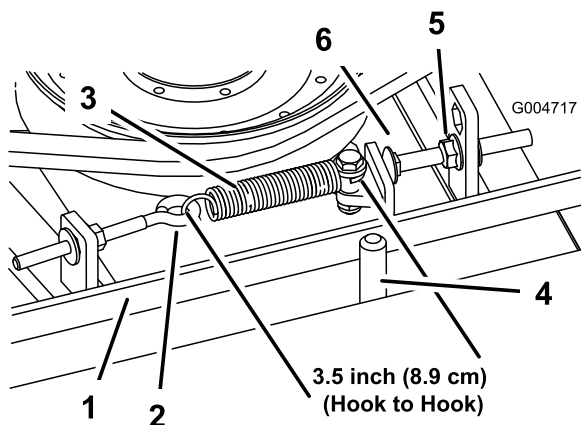

Figura 69
Quando la tensione è corretta, la misura interna della molla di prolunga (da gancio a gancio) deve essere circa 8,3 cm - 9,5 cm. Quando la tensione della molla è giusta, regolate il bullone di arresto (bullone a testa tonda) fino ad ottenere un gioco di 2 - 5 mm tra la testa del bullone ed il braccio di rinvio (Figura 69).
Nota: Verificate che la cinghia si trovi dal lato molla del guidacinghia (Figura 69).
2. Allentate il bullone ad occhio per consentire la rimozione della molla di prolunga (Figura 69).
3. Allentate il dado flangiato che fissa il bullone di arresto all'aletta di montaggio e spostate la puleggia tendicinghia dalla cinghia per rilasciare la tensione (Figura 69).
9. Collegate la molla di prolunga (Figura 69) al bullone ad occhio e tendete la cinghia come segue: